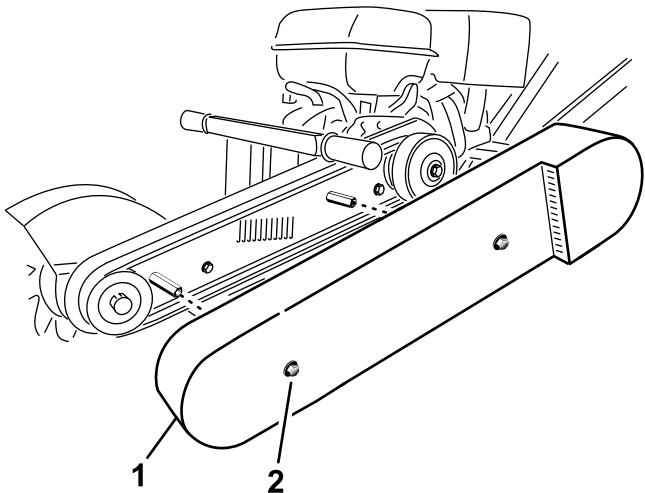

Figura 24
3. Allentate i 2 bulloni che fissano il copricinghia alla macchina, fino a quando non riuscite a rimuovere il copricinghia (Figura 24).
2. Bullone e rondella (2)
4. Togliete la protezione della cinghia (Figura 24).